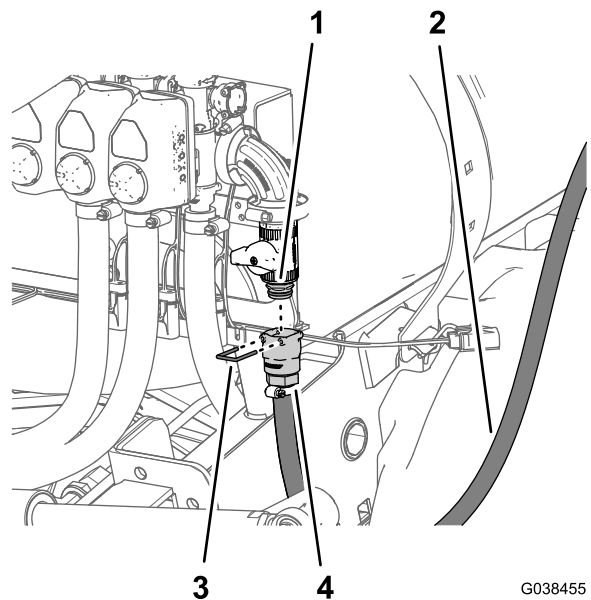

Figure 92
4. Branchez le raccord rapide (douille) du flexible au raccord rapide de la vanne de coupure à bride (Figure 92).
5. Fixez les raccords rapides des flexibles et la vanne de coupure à bride à l'aide de l'étrier fourni avec le raccord rapide du flexible (Figure 92).